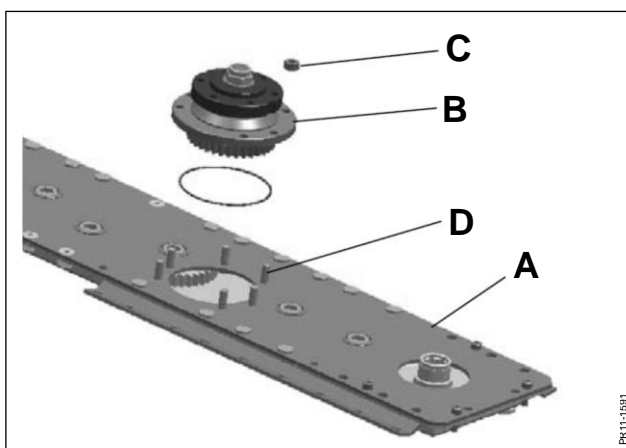

Fig. 5-17
**Fig. 5-17** Lorsqu'on monte le moyeu, la surface de la barre de coupe **A** et la face inférieure du moyeu **B** doivent être nettoyées et graissées avec un fin dépôt de graisse. Les écrous **C** doivent être bloqués avec Loctite 243 sur les filetages **D** et serrés à **92 Nm** (9.2 Kpm).